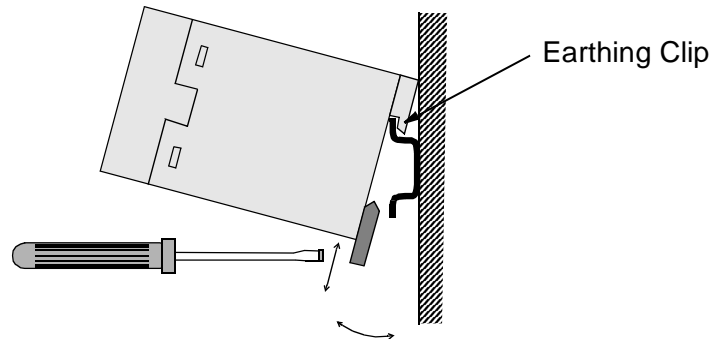

图 3-2 模块安装和拆卸
- * 模块的地通过接地夹连接于安装导轨（见图 3-2），安装导轨必须与一个无噪声的地相连。如果导轨没有安装在一个接地的基础上，则必须使用单独的接地导线将模块接地。接地导线应尽量短，其截面积不得小于 6 mm^2 。 **注意：**不能使用硬铜导线（只允许使用多芯导线）。
3. 把模块推在导轨上。用改锥拉开锁住的弹簧，能够将模块从导轨上卸下来（参见图 3-2）。
7. 把模块推在导轨上。用改锥拉开锁住的弹簧，能够将模块从导轨上卸下来 (参见图 3-2)。